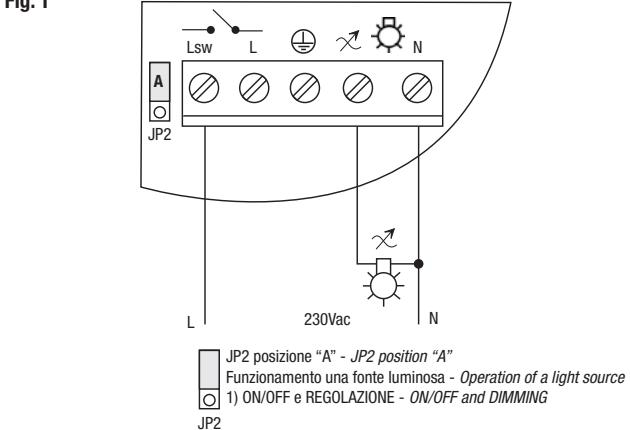

Fig. 2
- Laden abgebrochen (4-Draht) 0÷500W (Abb. 2)
- 4-Draht-Betrieb - zwei Lichtquellen (Fig. 2)
- Cargar interrumpido (4 hilos) 0-500W (Fig. 2)
- Operación de 4 hilos - dos fuentes de luz (Fig. 2)
- Last avbruten (4-tråd) 0-500W (Fig. 2)
- 4-wire operation - två ljuskällor (Fig. 2)